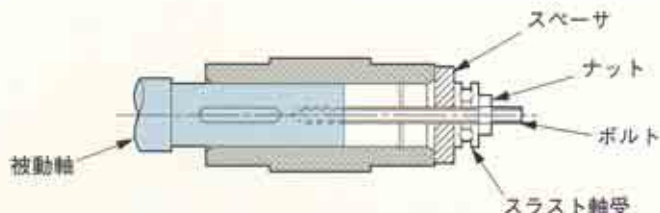

図1
- ・はめあいがきつい場合、図1のような取付け部品(スペーサ・ボルト・ナット・スラスト軸受等)を準備すると、スムーズに挿入できます。